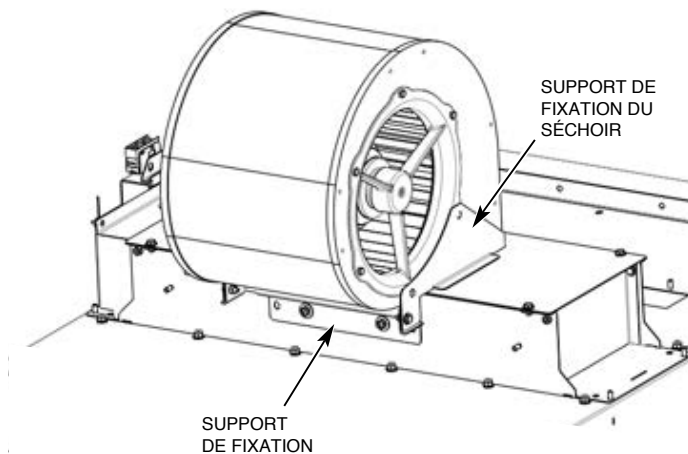

Fig. 23
3. Descendez le côté arrière de l'ensemble du séchoir pour que les trous des supports de fixation s'alignent avec les trous des supports de fixation de la monture du fil chauffant. (Fig. 23).
4. Installez les vis à tête hexagonale à calotte ¼-20 avec leurs rondelles et rondelles-frein tel qu'illustré à la Fig. 23 et serrez.